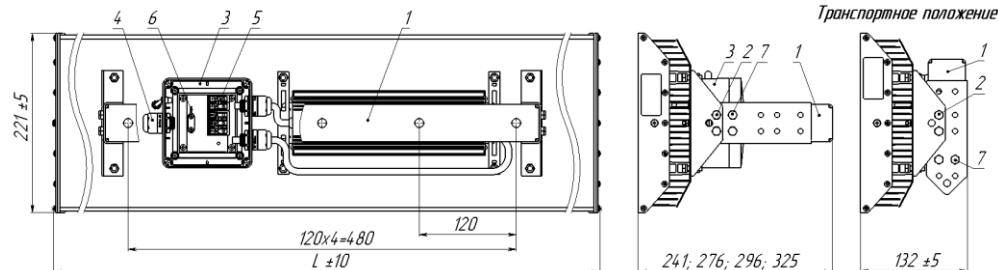

Рисунок 1
2.1 Светильники серии ДПУ39 «Геспер» (рисунок 1) предназначены для наружного освещения: общее освещение в тоннелях, освещение больших открытых территорий.
5.2 Скоба светильника находится в транспортном положении (рисунок 1). Для установки необходимой высоты крепления светильника отсоедините универсальную скобу (поз.1) отвернув четыре болта M6 (поз.7) и установите ее в одном из четырех предлагаемых по высоте положений, зафиксируйте скобу с помощью болтов M6 затянув гайками с усилием не менее – 5 Н.м.. Также, имеется возможность установки и регулировки светильника под углом до 70° от горизонтали, с помощью крепления скобы на двух болтах M8 (в комплекте не поставляются) через отв. 8,5мм.